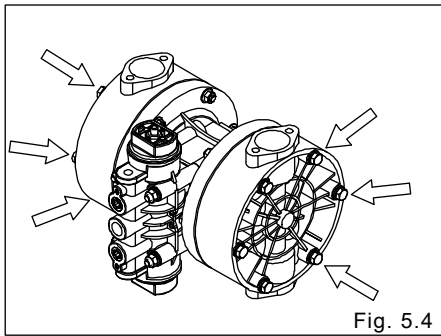

Fig. 5.4
- Retire los 12 pernos retenedores de la cámara de salida y quítela. [Fig. 5.4]